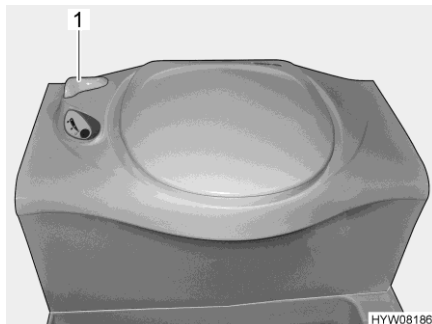

Fig. 181 Toilette Thetford
- Prima di tirare l'acqua, aprire il cursore della toilette Thetford. A tal fine ruotare la leva del cursore (Fig. 181,1) in senso antiorario.
- Dopo aver tirato l'acqua chiudere il cursore. Ruotare la leva del cursore (Fig. 181,1) in senso orario.